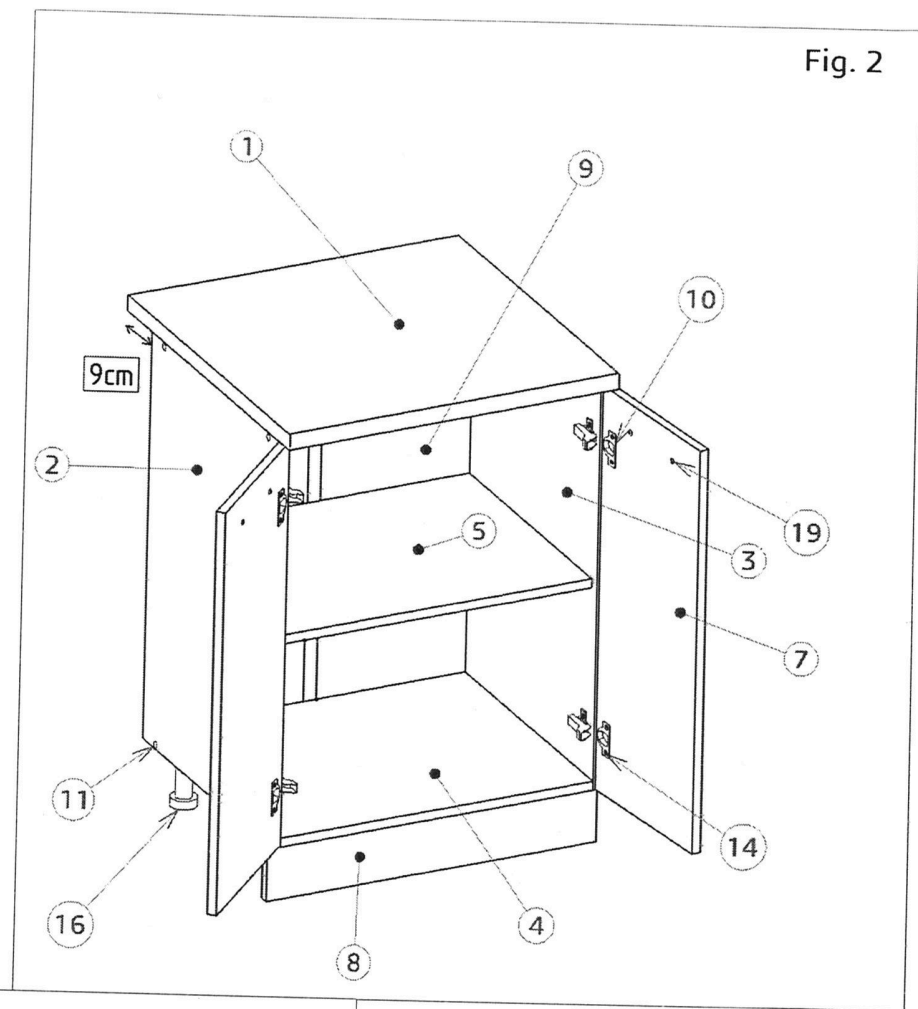
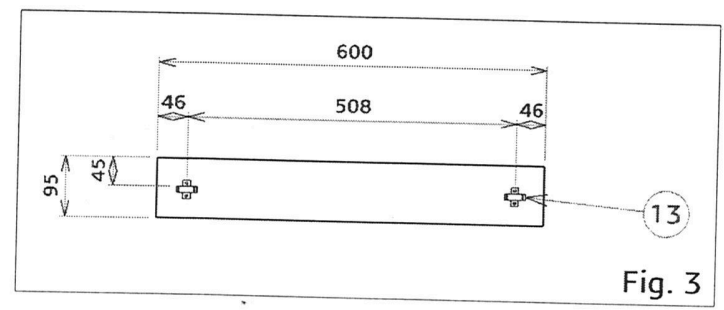

Fig. 2
Fig. 3
4. Se prind clemele pentru picioare pe lezena ca in schita (Fig. 3)**5. Se prind usile de corp (Fig. 2) :**